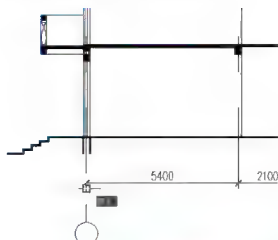
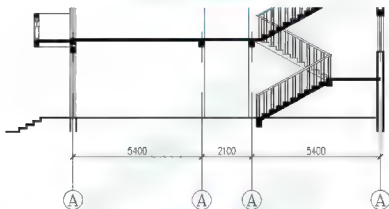

图 4.122 捕捉插入点
图 4.123 复制轴线编号
② 在指定插入点或 [基点(B)/比例(S)/旋转(R)/预览比例(PS)/预览旋转(PR)]: 提示下，捕捉图 4.122 所示处作为插入点。
③ 在输入轴线编号<1>: 提示下，输入“A”。
④ 将上面插入的定位轴线复制到⑧、⑨、⑩轴线处，结果如图 4.123 所示。